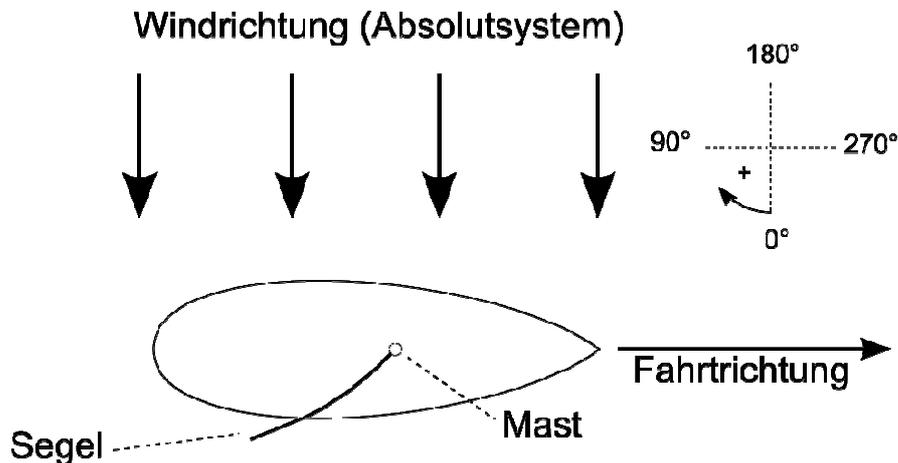

Abbildung 1: Segelboot
1.9 Die Unterscheidung zwischen absoluten- und relativen Strömungsgeschwindigkeiten, wie Sie bei der Betrachtung der Schaufelreihen von Strömungsmaschinen üblich ist, ist auch für andere Anwendungsfälle relevant. Ein Beispiel ist das Segeln. Bei der Fahrt quer zur Windrichtung (Halbwindkurs) führt die Fahrtgeschwindigkeit des Segelbootes (Relativsystem) zu einer Abweichung der Anströmung des Segels gegenüber der tatsächlichen Windrichtung im Absolutsystem (siehe Abbildung 1). (7,5 Punkte)